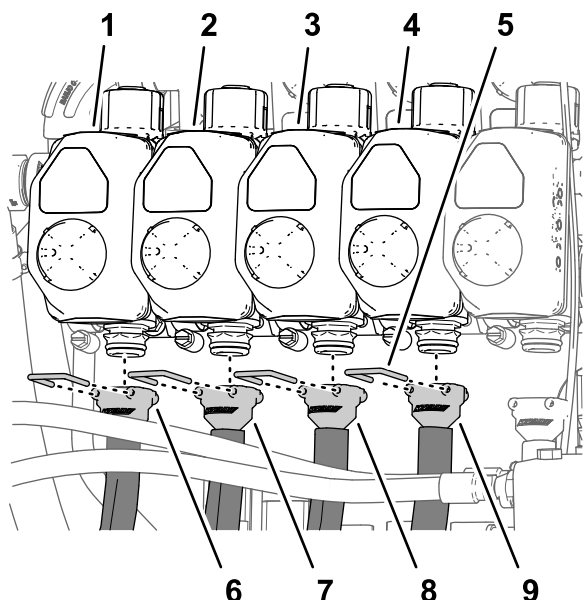
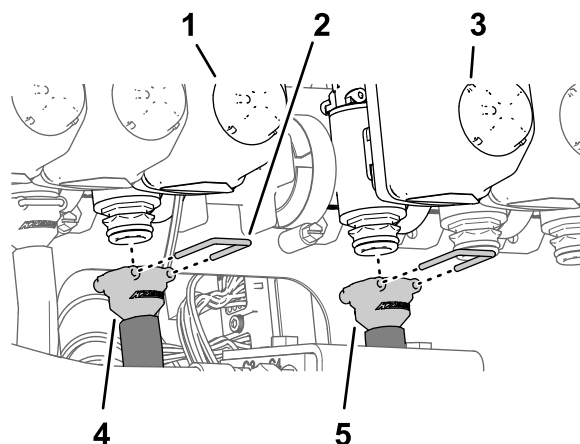
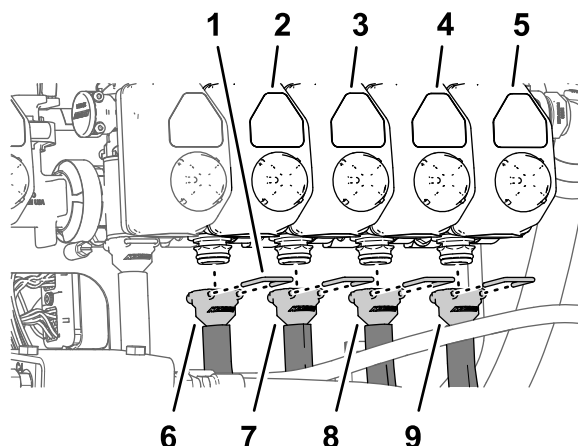

图126
图127
图128
**注意** 请参阅 将软管安装到喷嘴阀 1 至 4 \(页码 48\) 中的 图126、将软管安装到喷嘴阀 5 和 6 \(页码 48\) 中的 图127 和 将软管安装到喷嘴阀 7 至 10 \(页码 48\) 中的 图128 了解喷嘴位置。
1. 将 279cm 供水软管的直通宝塔接头安装到喷嘴阀 1 的连接器上 图126。
2. 用卡环 图126 将宝塔接头固定在连接器上。
3. 将 234cm 供水软管的直通宝塔接头安装到喷嘴阀 2 的连接器上 图126。
4. 用卡环 图126 将宝塔接头固定在连接器上。
5. 将 188cm 供水软管的直通宝塔接头安装到喷嘴阀 3 的连接器上 图126。
6. 用卡环 图126 将宝塔接头固定在连接器上。
7. 将 188cm 供水软管的直通宝塔接头安装到喷嘴阀 4 的连接器上 图126。
8. 用卡环 图126 将宝塔接头固定在连接器上。
1. 将 81cm 供水软管的直通宝塔接头安装到喷嘴阀 5 的连接器上 图127。
2. 用卡环 图127 将宝塔接头固定在连接器上。
3. 将 81cm 供水软管的直通宝塔接头安装到喷嘴阀 6 的连接器上 图127。
4. 用卡环 图127 将宝塔接头固定在连接器上。
1. 将 188cm 供水软管的直通宝塔接头安装到喷嘴阀 7 的连接器上 图128。
2. 用卡环 图128 将宝塔接头固定在连接器上。
- 将 188cm 供水软管的直通宝塔接头安装到喷嘴阀 8 的连接器上图128。
- 用卡环图128将宝塔接头固定在连接器上。
- 将 234cm 供水软管的直通宝塔接头安装到喷嘴阀 9 的连接器上图128。
- 将 279cm 供水软管的直通宝塔接头安装到喷嘴阀 10 的连接器上图128。
- 用卡环将宝塔接头固定在连接器上图128。